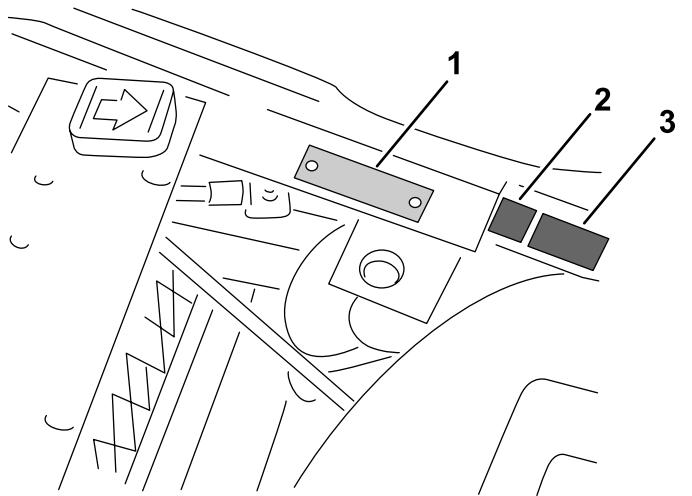

Figura 12
- Aplique la pegatina con marca CE y la pegatina del año de producción cerca de la placa del número de serie en el soporte del reposapiés (Figura 12).